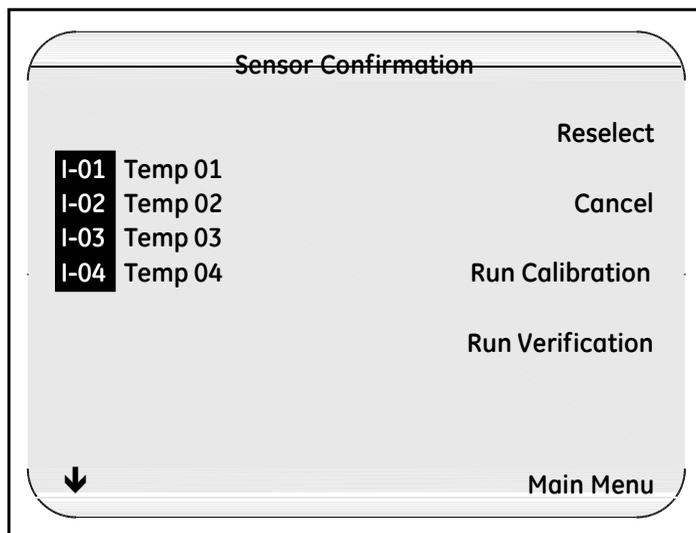

图 48: 传感器选择确认界面
1. 进入 **Sensor Confirmation 传感器确认** 界面 (如图 48 所示), 按 **Run Calibration** 运行校准.